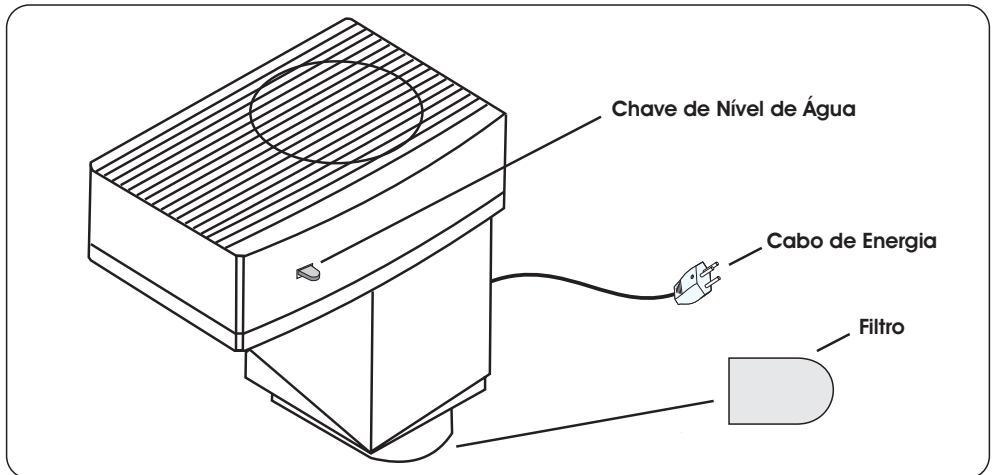

Fig. 4
- ▶ **CHAVE DE NÍVEL DE ÁGUA** - Dispositivo (Fig. 4, pág. 7) cuja função é desligar o equipamento nos seguintes casos: